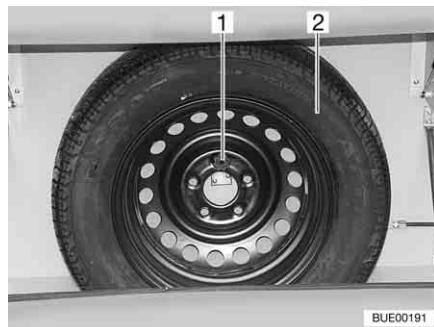

Fig. 236 Etrier de roue de secours
L'étrier de roue de secours est monté dans le coffre à gaz. La roue de secours (Fig. 236,2) est disponible moyennant supplément.
- Desserrer la vis (Fig. 236,1).
- Déposer la roue de secours (Fig. 236,2).